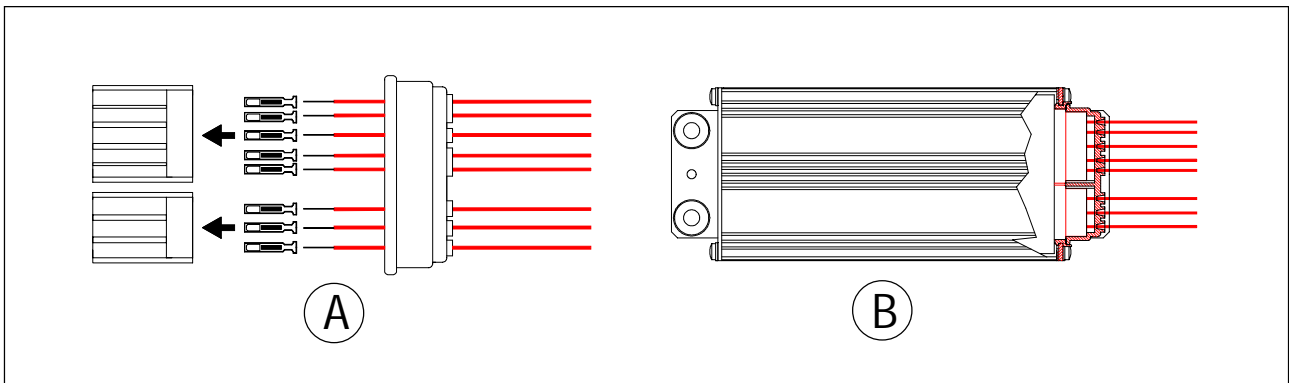

FIGURA 3
-Ajustar los dos conectores en el interior de la funda y conectar el conjunto conectores-funda a la fuente (Figura 3.B).